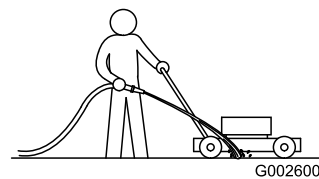

Figura 26
1. Con el motor en marcha sobre una superficie plana pavimentada, dirija un chorro de agua hacia delante de la rueda trasera derecha (Figura 26).
1. Gire el manillar hacia adelante (Figura 26).